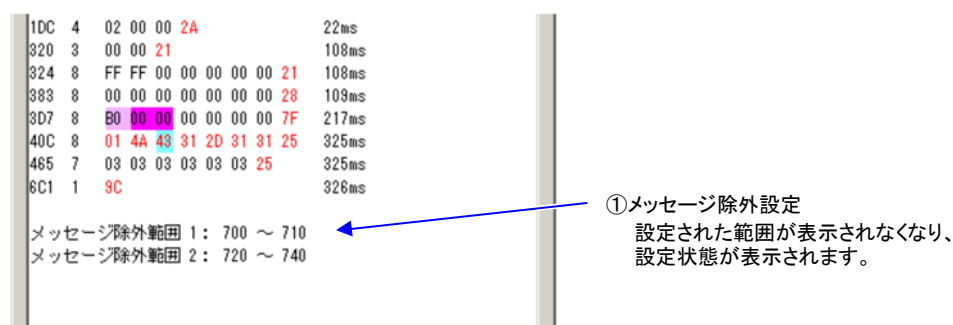

図24 拡張機能が反映された表示画面の例
- (10) 設定した機能は、図24 のように表示に反映されます。